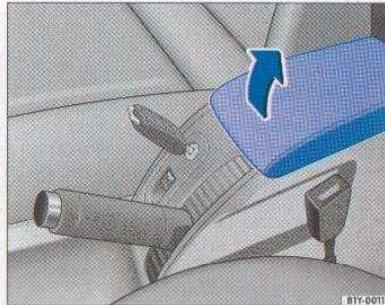

Fig. 44 Reposabrazos delantero con portaobjetos
- Para abrir el portaobjetos, levante el reposabrazos en la dirección de la flecha => fig. 44.